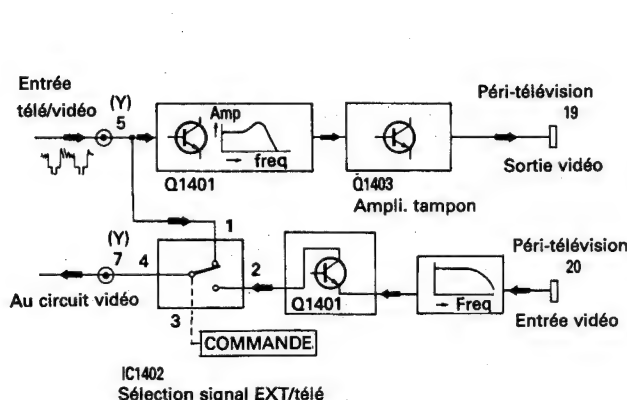

Figure 14. Diagramme du bloc du circuit côtés externe.
Les diagrammes de bloc des sections vidéo et audio sont individuellement présentés sur les Fig. 14 et 15.
**a) Section vidéo externe (Fig. 14)**